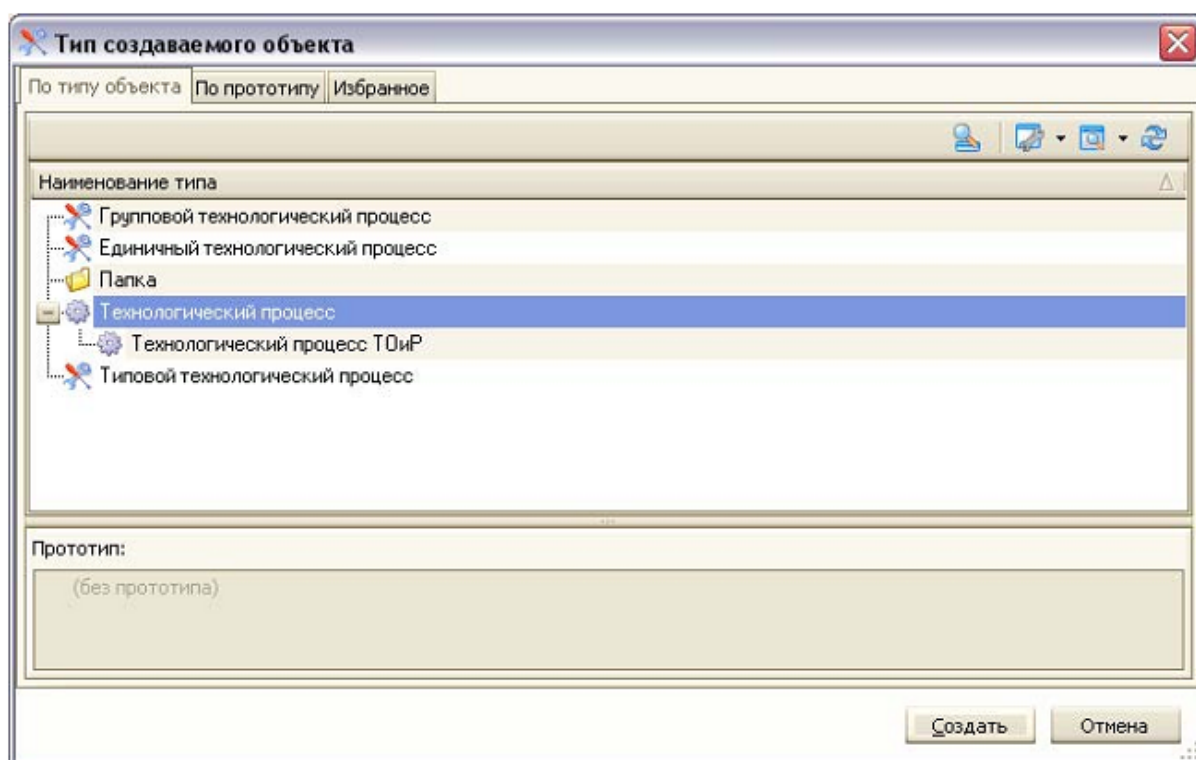

Рис. 18 Окно «Тип создаваемого объекта»
5. Для создания объекта в технологическом справочнике необходимо нажать кнопку или раскрыть выпадающее меню этой кнопки и выбрать пункт. Откроется окно выбора типа создаваемого объекта (рис. 18).